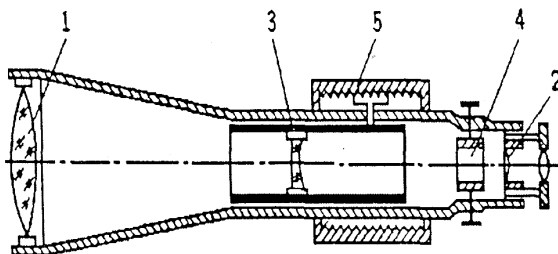

Рис. 4 Труба теодолита
1.5. Изучить зрительную трубу теодолита и её качество, которое определяется следующими свойствами: увеличением, полем зрения, яркостью изображения (оценить качества зрительной трубы). Рис. 4